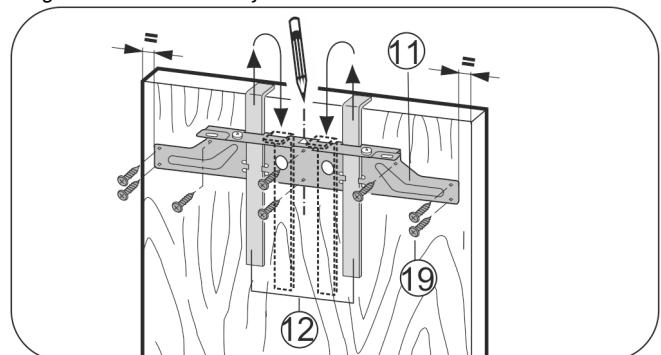

Fig. 18
- Upevňovaci traverzu Fig. 18 (11) zaveste pomocou montážnych pomôcok Fig. 18 (12) na vnútornú stranu nábytkových dverí.
- Vyrovnejte upevňovaci traverzu Fig. 18 (11) v strede na dverách.
- Upevňovaci traverzu Fig. 18 (11) priskrutkujte minimálne 6 skrulkami Fig. 18 (19).
- Upevňovaci traverzu Fig. 18 (11) priskrutkujte na okraji minimálne 4 skrulkami Fig. 18 (19).
- Montážne pomôcky Fig. 18 (12) vytiahnite smerom nahor a zasuňte ich otočené do vedľa ležiacich upevňovacích otvorov.